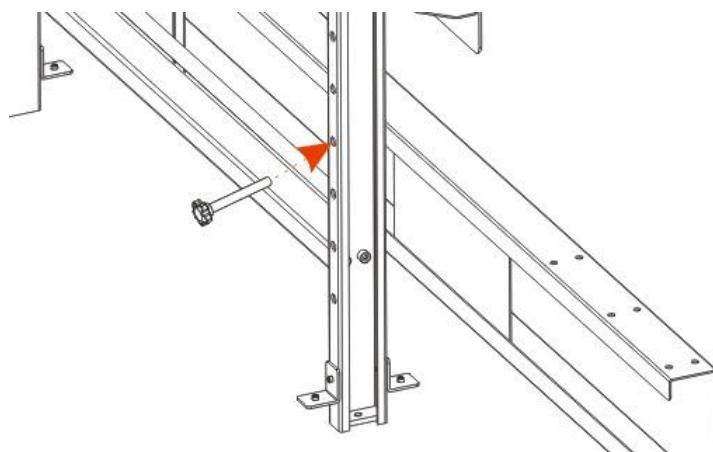

Рис. 4-3
- Совместите поперечину (10) и шаблонную раму, затем с помощью установочного винта (В) зафиксируйте поперечину на определенной высоте (см. рис. 4-3).